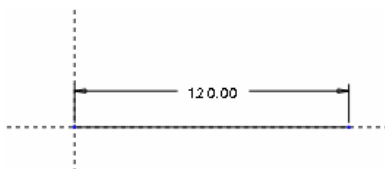

图 18-2
- (1) 单击基准特征工具栏中的  按钮，打开【草绘的基准曲线】对话框。
- (2) 选择 FRONT 基准面为草绘平面，RIGHT 基准面作为参照面，单击【草绘】按钮，进入草绘工作界面。
- (3) 绘制如图 18-2 所示的曲线。
- (4) 单击  ，完成曲线的绘制。